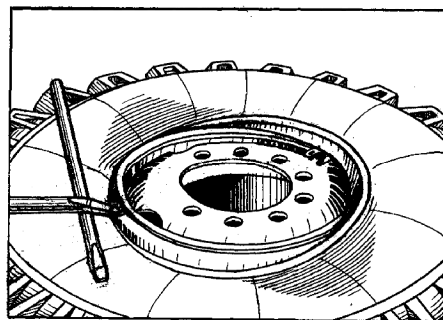

Рис. 46. Заведение борта шины в монтажный ручей обода
4. Для монтажа второго борта шины на обод встать на шину со стороны, противоположной вентилю, и утопить эту часть борта покрышки в монтажный ручей, при этом борт шины в зоне ограничителя должен находиться сверху над ободом. В случае затруднения осадить часть борта шины за посадочную полку с помощью монтажных лопаток, как показано на рис. 46.